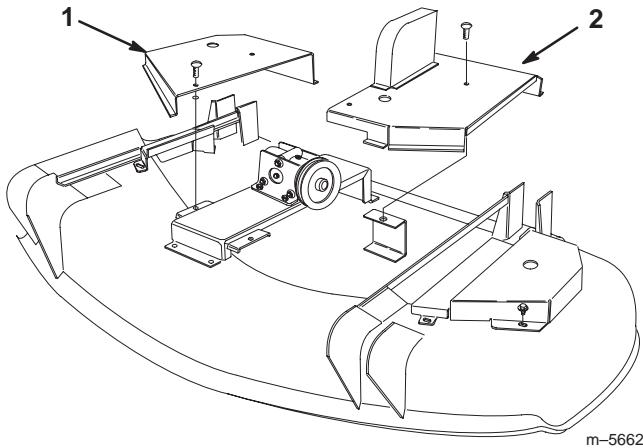

Figure 33
- Desserrez les fixations des carters intérieurs gauche et droit du plateau de coupe, puis déposez les carters (Fig. 33).
- Reposez les carters intérieurs gauche et droit sur le plateau à l'aide des fixations (Fig. 33).